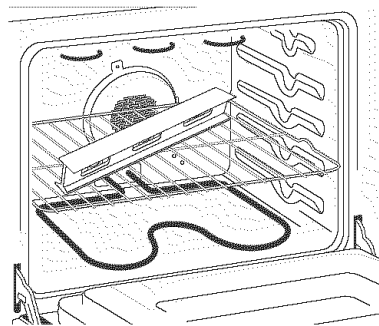

Figure 13
2. Déposez un niveau à bulle sur la grille. Prenez 2 lectures en plaçant le niveau en diagonale dans une direction, puis dans l'autre direction. Si nécessaire, ajustez les 4 vis de nivellement à l'aide d'une clé pour niveler l'appareil (reportez-vous à la figure 13).